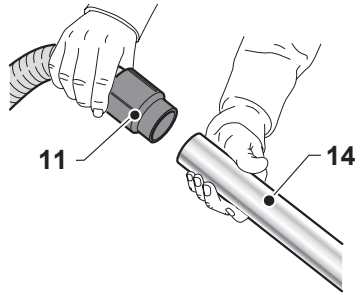

Fig. 7
- S'il est fourni, unir le flexible (11 Fig. 7) la rallonge rigide (14 Fig. 7) et donc l'accessoire souhaité (bouche d'aspiration, de sol, etc. Fig. 8).